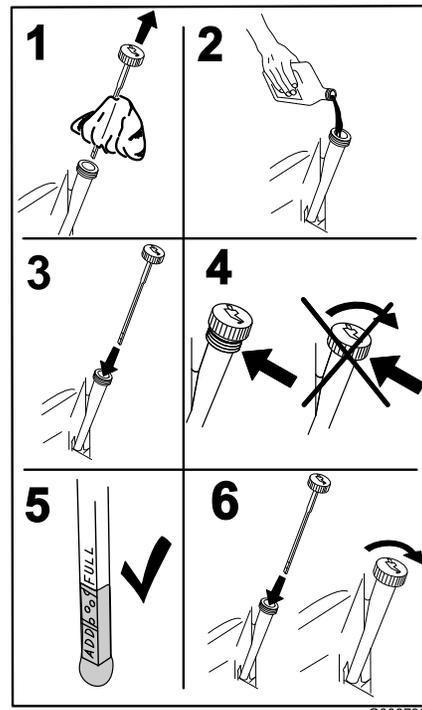

Figura 44
4. Deite cerca de 80% do óleo especificado no tubo de enchimento e adicione lentamente o óleo adicional para atingir a marca **Full** (Figura 44).